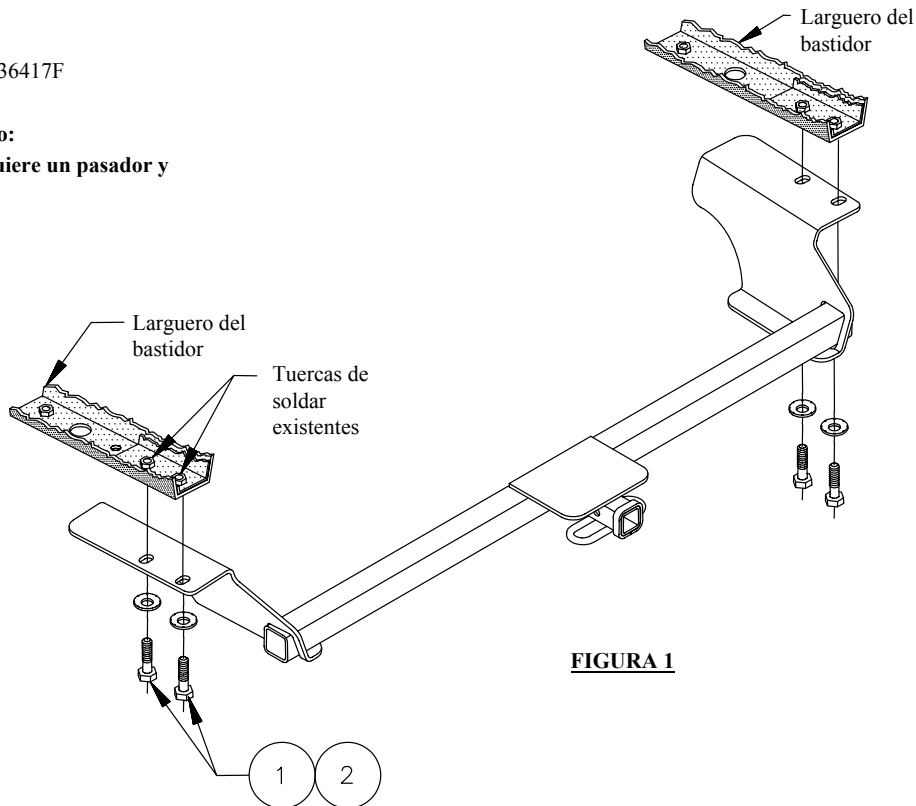

FIGURA 1
①	Qty. (4)	Perno M12 X 1.25 X 35 CL 8.8	②	Qty. (4)	Arandelas cónicas dentadas
3. Instale tornillos como se muestra en la figura 1.